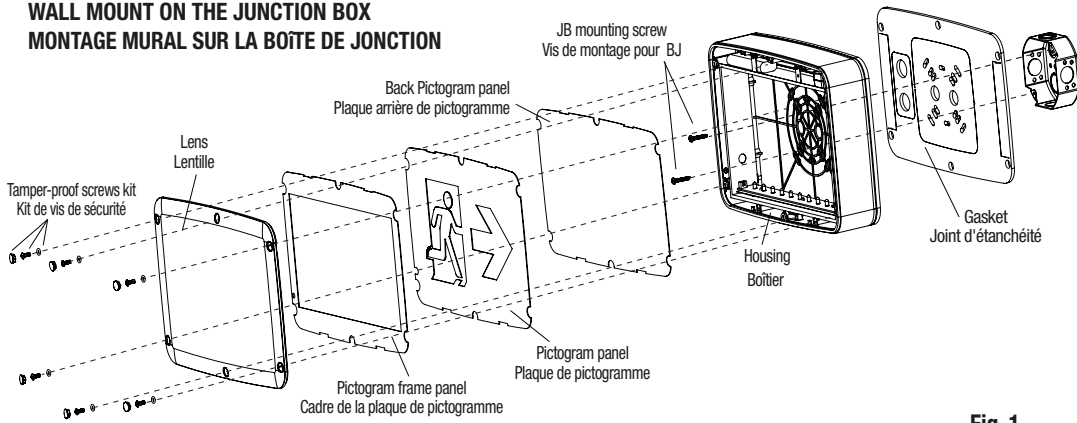

Fig. 1
- 4.a For wall mount installation only (Fig.1), break through appropriate knockouts into the back housing. Paste properly the gasket on the back of the unit and route the proper wire through the central hole.
- 4.a. Pour installation mural seulement (Fig. 1), défoncer les orifices prédécoupés appropriés dans le boîtier arrière. Coller correctement le joint d'étanchéité sur le côté arrière de l'unité et passer les fils électriques par l'orifice central.
6. For Wall, Ceiling and End mount installation only use the two screws to mount the back housing or the spider plate to the surface over the recessed junction box. Tighten the screws enough to compress the gasket to ensure a good sealed joint. (use screwdriver PH2X) (Fig.1, 2 & 3)
6. Pour installation mural, au plafond ou l'extrémité seulement, utiliser les deux vis (utiliser le tournevis PHx2) pour faire le montage du boîtier ou de la plaque perforée sur la boîte de jonction encastrée. Serrer les vis suffisamment pour comprimer le joint d'étanchéité pour assurer un joint scellé. (Fig.1, 2 et 3)